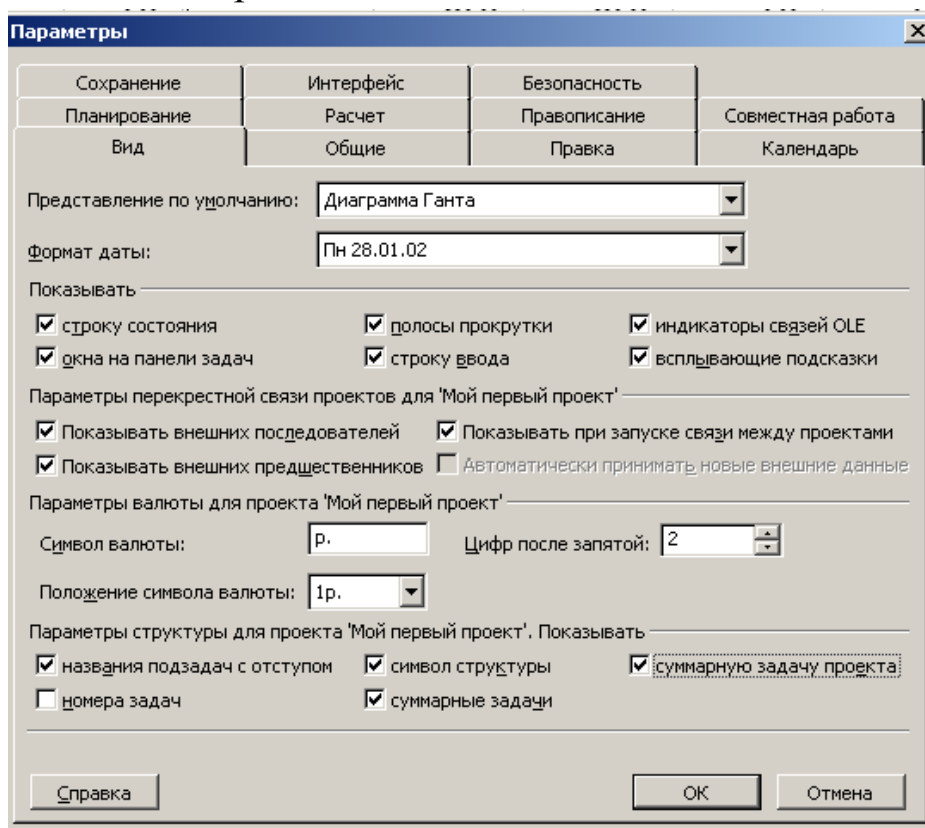

Рис. 2.47. Окно вкладки **Options** (Параметры)
- На закладке **View** (Вид) поставьте флажок **Показывать суммарную задачу проекта** (рис. 2.47).